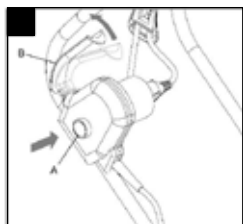

рис. 2
4.2.2 Нажмите на кнопку блокировки (рис.2 поз.А) и не отпускайте её.
4.2.3 Прижмите предохранительную ручку (рис.2 поз.В) Удерживая её в этом положении, отпустите кнопку блокировки. Убедитесь, что двигатель заработал, соответственно режущий механизм должен начать вращаться.
4.2.4 Остановка двигателя. Отпустите предохранительную ручку (рис.2 поз.В). Двигатель и режущий механизм остановятся через некоторое время.
4.3.1 Отпустите предохранительную ручку (рис.2 поз. В) и подождите пока двигатель остановится. Приподнимите крышку травосборника и снимите травосборник. Очистите травосборник.